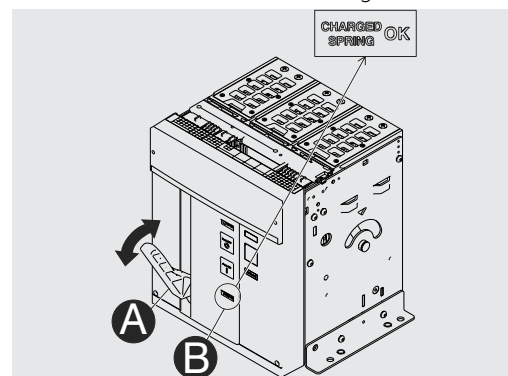

Figura 75
2. Carga de los resortes - Tirar de la palanca [A] hacia abajo varias veces hasta que el indicador de resortes cargados [B] se ponga amarillo - CHARGED SPRING" como se indica en Figura 75.